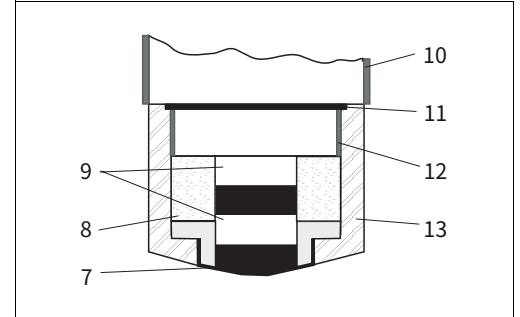
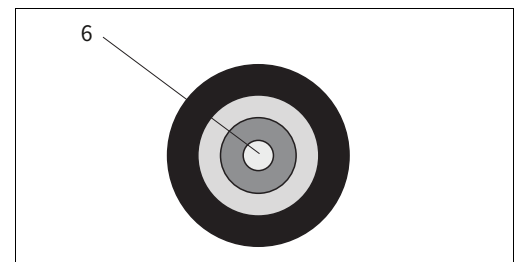

图 18: 传感器头，剖视图
图 19: 传感器头，俯视图
- 带金阴极和阳极的传感器头（图 18、图 19）
- 带电解液填充的膜帽（图 18，位置 13 和 8）